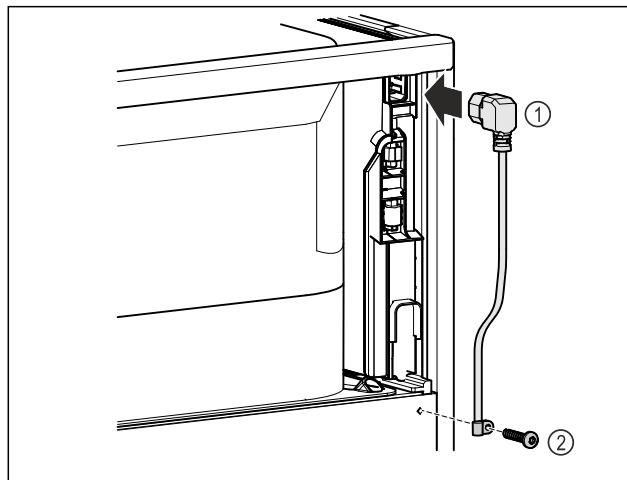

Fig. 8
- Вставте роз'єм «холодного підключення» кабелю підключення до мережі Fig. 8 (1) на задній стороні пристрою.
- Встановіть механізм для розвантаження кабелю від натягу. Fig. 8 (2)